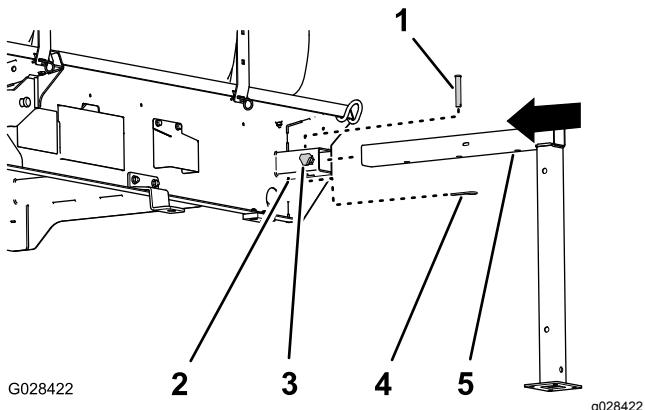

Figura 130
1. Allineate il cavalletto anteriore con la sede per il cavalletto nella parte anteriore del serbatoio (Figura 130).
2. Inserite il cavalletto nella sede apposita fino a che il foro centrale nel tubo orizzontale del cavalletto si allinea con il foro nella parte alta della sede apposita (Figura 130).
4. Avvitate una manopola di bloccaggio nel ricevitore e serrate la manopola manualmente (Figura 130).